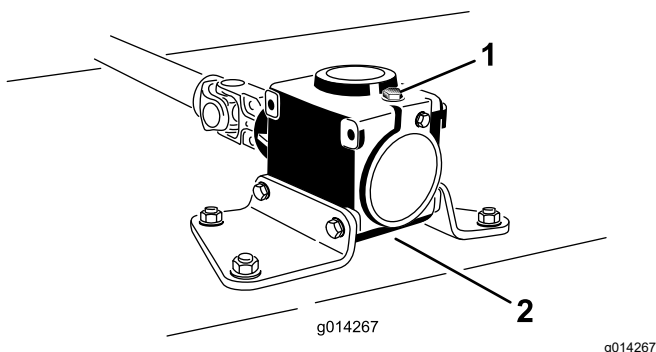

Figura 22
6. Retire la varilla/ tapón de llenado de la parte superior de la caja de engranajes (Figura 22) y asegúrese de que el lubricante está entre las marcas de la varilla.
6. Retire el tapón de llenado/varilla de la parte superior de la caja de engranajes (Figura 22).